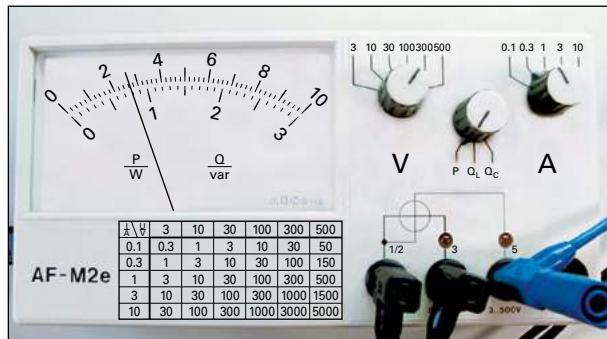

Bild 3: Messung der gesamten Wirkleistung  $P$  an der Leuchte
- c) Lesen Sie den Messwert  $P$  vom Leistungsmesser (**Bild 3**) ab und tragen Sie diesen Wert in die **Tabelle auf Seite 13** unter Vergleichswert ein.